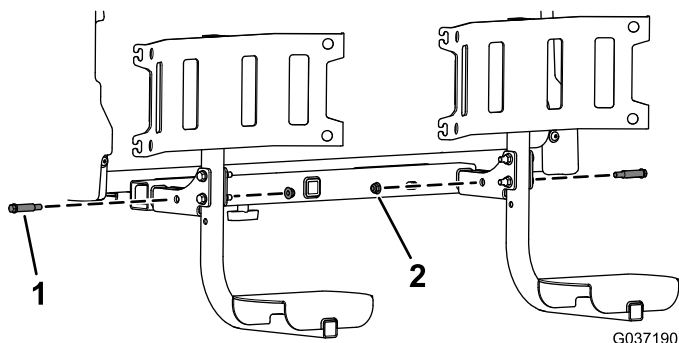

Figura 10
10. Sujete los soportes ensamblados de los cubos de basura a los tubos del bastidor 2 tornillos de cuello largo (3/8" x 5/8") y 2 tuercas con arandela prensada (3/8"), según se muestra en Figura 10.